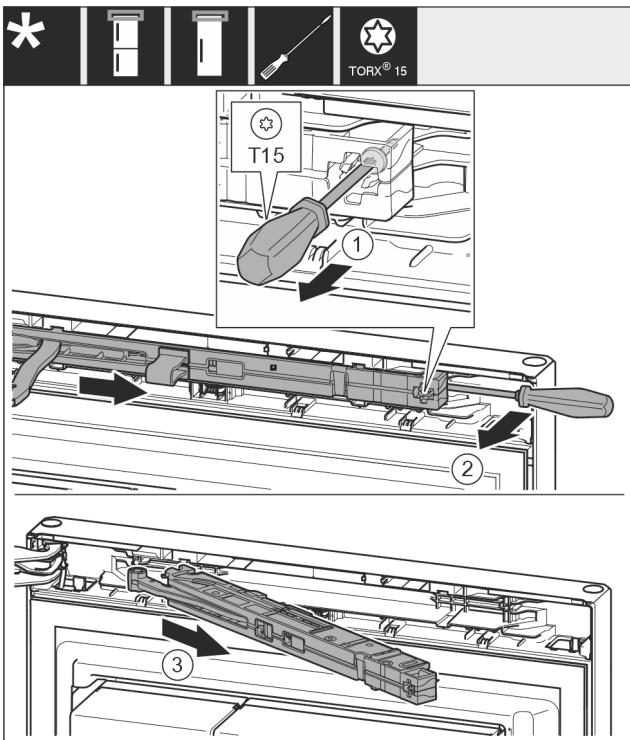

Fig. 10
- ▶ Schraube an Schließdämpfereinheit mit Schraubendreher T15 ca. 14 mm lösen. *Fig. 10 (1)*
- ▶ Mit einem Schraubendreher griffseitig hinter die Schließdämpfereinheit fahren und Einheit nach vorne drehen. *Fig. 10 (2)*
- ▶ Schließdämpfereinheit herausziehen. *Fig. 10 (3)*